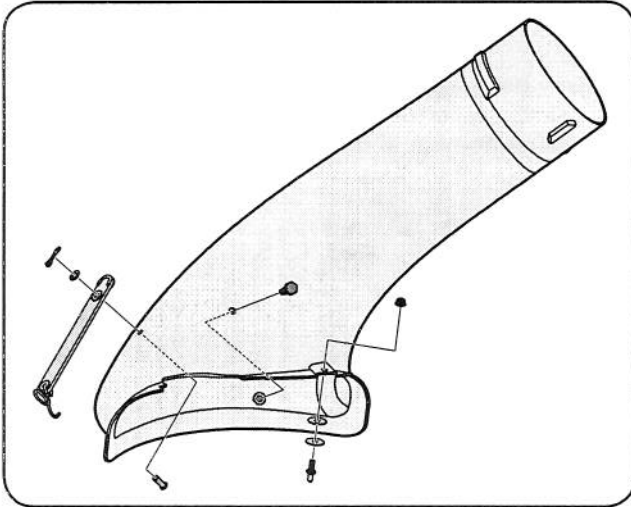

Figure 4-20
9. Installation d'un caoutchouc de la chute des sangles sur la chute d'eau du coude en utilisant l'une des broches fourni chape (711-05063), machine à laver (736-0204) et Bow-Tie goupilles fendues (714-04040) à partir de matériel pack 689-00092B. Voir Fig. 4-20. Garantir la fin de la sangle en utilisant le trou le plus éloigné de la fin, ajouter le ressort de torsion crochet (732-04510A) dans l'autre sens..
10. Installez le pont de montage en épingl (711-05049) de la chute du coude en utilisant deux rondelles plates (736-0176) à partir de matériel pack 689-00092B et sécurisé, avec un rebord contre-écrou (712-3027), comme on l'a vu dans la Fig. 4-20.
11. Installez le boulon de l'épaule (738-0754) dans la chute d'eau coude de la face supérieure et la sécurité à l'intérieur de la chute du coude en utilisant une bride-écrou (712-3027) de la même pack matériel (689-00092B). Voir Fig. 4-20.